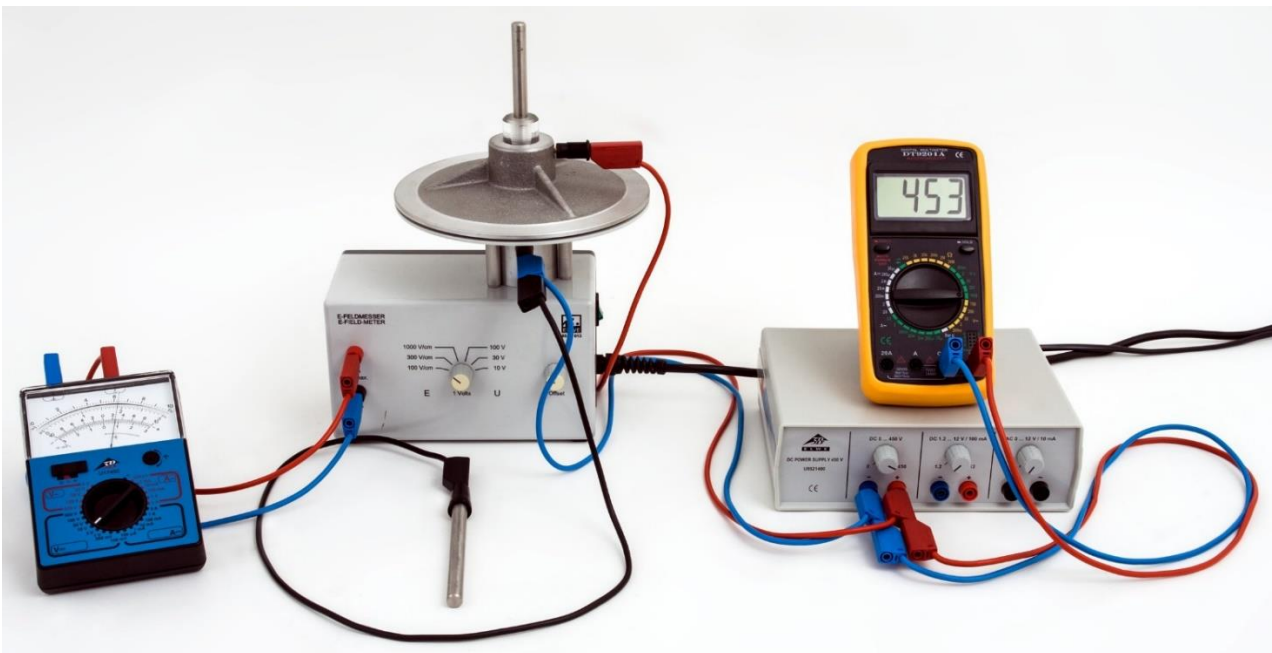

Fig. 1: Disposición de medición
- Monte el experimento como se indica en la fig. 1. No encienda todavía la fuente de alimentación de corriente continua.